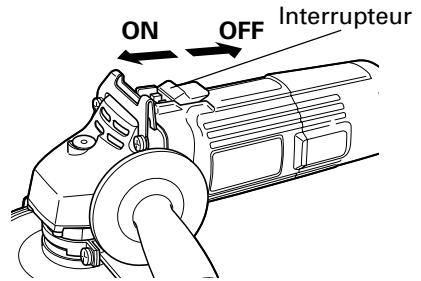

Fig. 3
2. Mettre la meuleuse sous tension (Fig. 3)
Meuler seulement avec le rebord de la meule en soulevant la meuleuse de 15° à 30°, comme montré sur la Fig. 3.